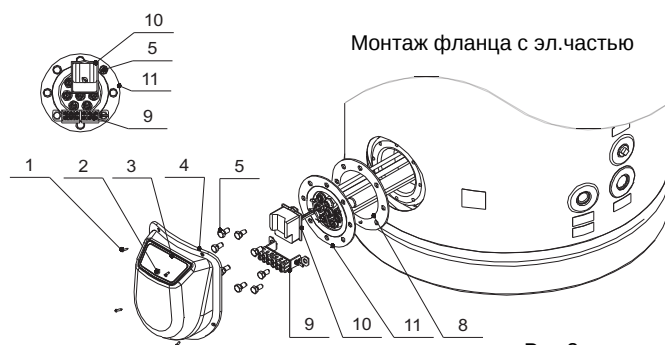
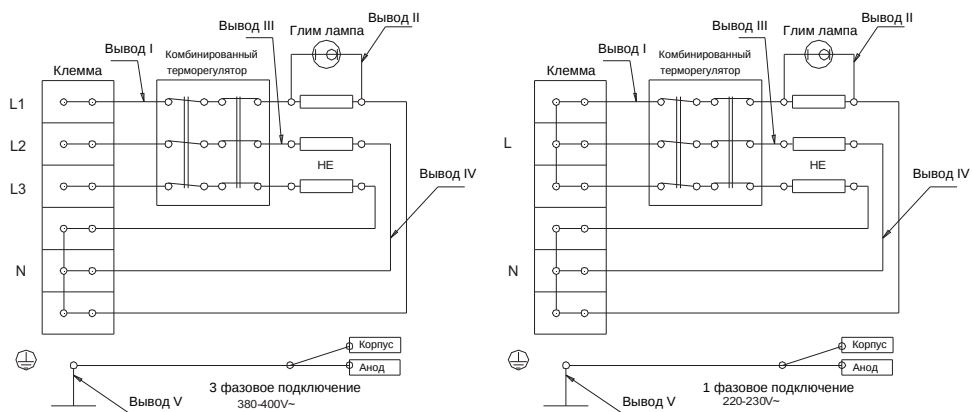

Рис.2
Рис.3
- 2.2. Фланец с нагревательной системой (11) установить в отверстие горловиной, с соблюдением ориентации согласно Рис.2. (На планке обнуления (9) установлен провод обнуления коммутации – вывод V Рис.3).
- 2.3. Фланец (11) закрепить к горловине бойлера с помощью болтов (5). С помощью двух из болтов нежно закрепить и планку обнуления (9), как это указано на Рис.2.
- 2.8. Соединить остальную часть коммутации согласно электрической схеме соединения (Рис.3). Один конец провода обнуления соединить с анодом (в эмалированных баках), а другой – корпусу водонагревателя.
- 2.9. Соединить выводы кабеля питания с клеммой, установленной на планке (9) согласно схеме (Рис.3).